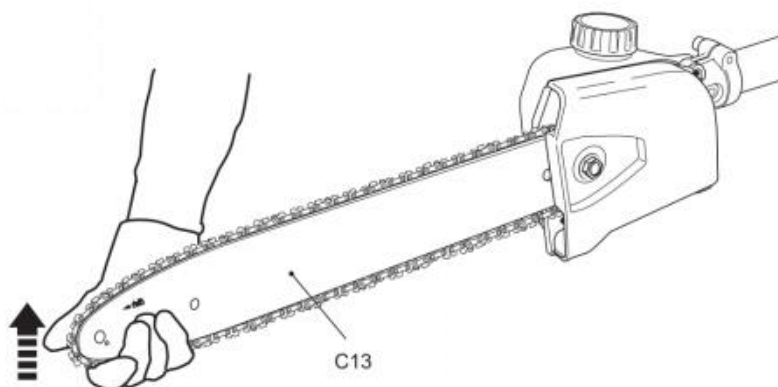

Fig. 13
- 2) Soulevez l'extrémité de la barre de guidage (C13) et maintenez-la en place pendant que vous ajustez la tension (Fig. 13).